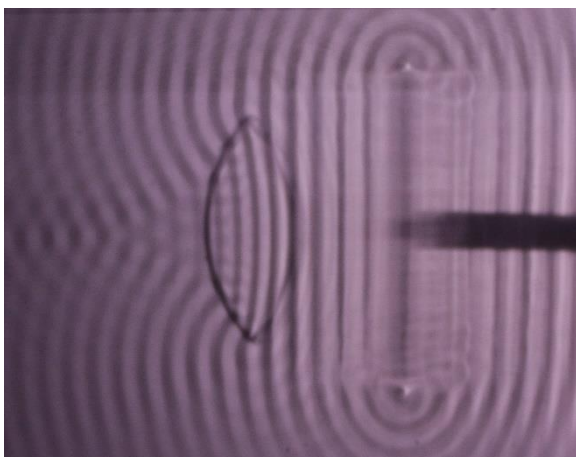
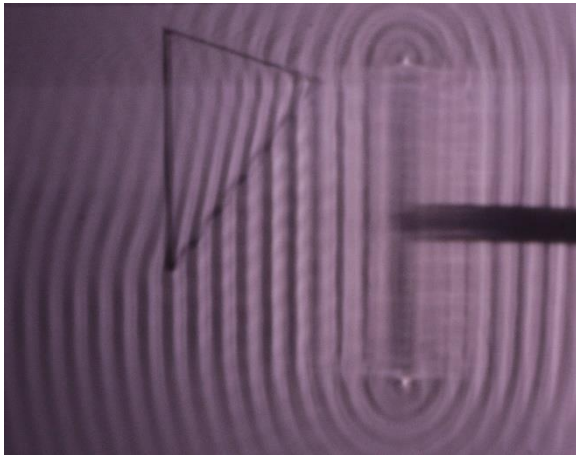

Fig. 2a: Brechung von ebenen Wellen an einer Bikonvexlinse
Fig. 2c: Brechung von ebenen Wellen an einem Prisma
- Das Prisma so drehen, dass die lange Seite, die dem Wellenerreger abgewandt ist, parallel zum Wellenerreger liegt (Fig. 2c).
Hinter der Bikonvexlinse entstehen konvergente Kreiswellen, die in einem Brennpunkt zusammenlaufen (Fig. 2a). Hinter der Bikonkavlinse entstehen divergente Kreiswellen, deren Ursprung in einem virtuellen Brennpunkt vor der Linse zu liegen scheint (Fig. 2b). Das Prisma leitet die ebenen Wellen um (Fig. 2c).